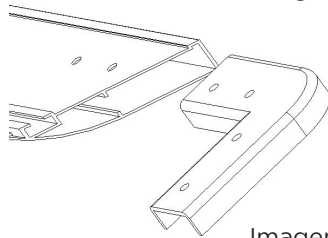

Imagen 4
4. Introduzca una esquina metálica (E) por cada extremo en las partes horizontales del marco (A) (Imagen 4)